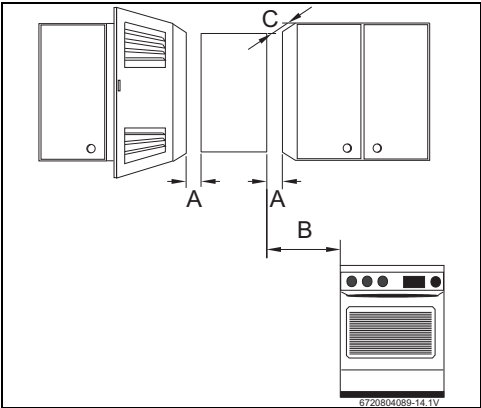

Fig. 12 Distancias mínimas
- Respetar las medidas mínimas de instalación indicadas en la (→Fig. 12).
- Garantizar un buen acceso para realizar los trabajos de mantenimiento respetando siempre las distancias mínimas indicadas en la Fig. 12.